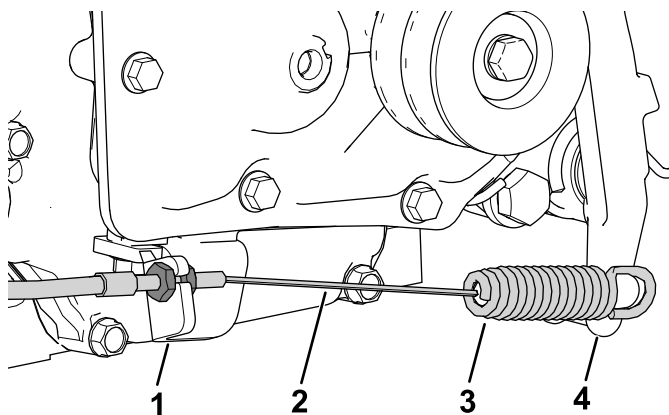

図 6
6. クラッチプレートにクラッチケーブルを取り付ける 図 6。
11. クラッチケーブルのスプリングの端をクラッチレバーに取り付ける 図 6。